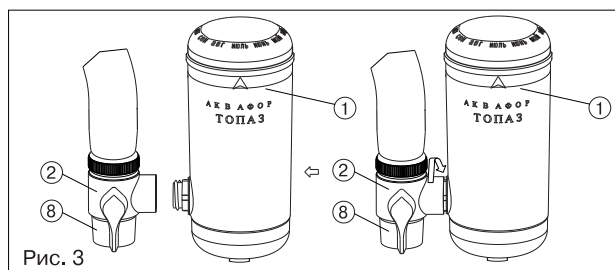

Рис. 3
Для замены модуля (1) поверните его относительно переключателя клапана (2) на один оборот против часовой стрелки и аккуратно выньте модуль (1). Расположите новый модуль (1) вертикально и аккуратно вставьте его до упора в переключатель клапана (2), после чего поверните новый модуль (1) на один оборот по часовой стрелке (рис. 3). В случае засорения аэратора (8) его следует отвернуть и промыть.